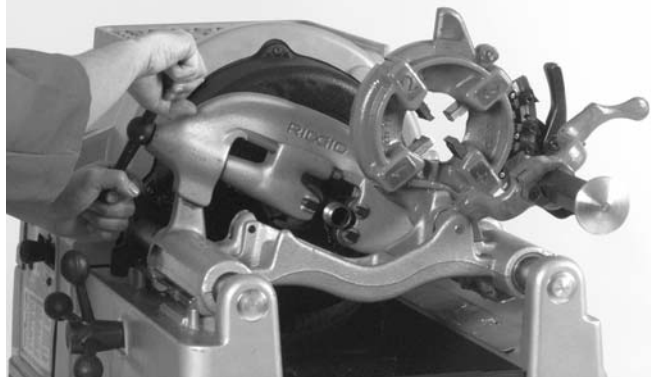

Figure 5 – Coupe des tuyaux à l'aide du coupe-tubes N° 820
3. Serrez la vis d'alimentation du coupe-tubes tout en gardant le galet de coupe aligné sur le repère (Figure 5).